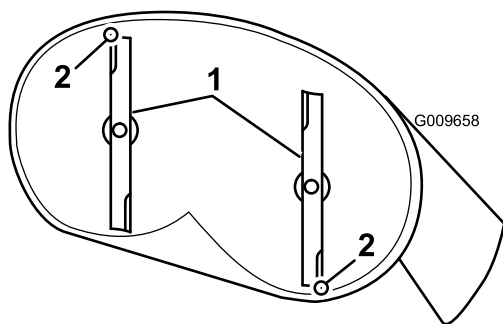

Figura 52
4. Gire cuidadosamente las cuchillas colocándolas en el sentido de avance de la máquina (Figura 52).
5. Mida entre la punta de la cuchilla delantera y la superficie plana y entre la punta de la cuchilla trasera y la superficie plana (Figura 52). Si la punta de la cuchilla delantera no está entre 1.6 y 7.9 mm más baja que la punta de la cuchilla trasera, ajuste la contratuerca delantera.
7.9 mm (1/16 y 5/16 pulgada) más baja que la punta de la cuchilla más atrasada (Figura 52).